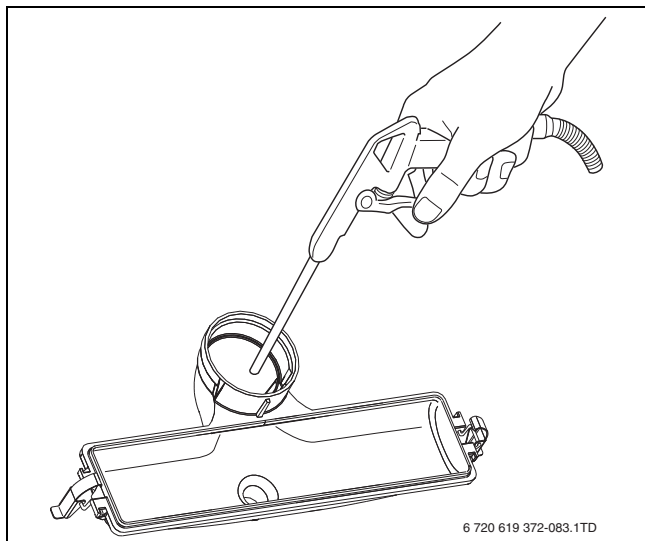

Bild 98 Kondensatwanne reinigen
- Kondensatwanne mechanisch reinigen (mit Pressluft oder weicher Bürste) und mit sauberem Wasser spülen (→ Bild 98).